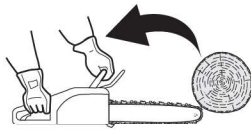

Fig. 32
Pode ocorrer um ressalto quando a ponta da lâmina-guia toca num objeto, ou quando a fenda de corte entala a corrente. Em certos casos, o contacto com a ponta da lâmina-guia (4) pode provocar uma reação abrupta, projetando a lâmina-guia para cima e para trás, na direção do operador (Figs. 32 - 34).